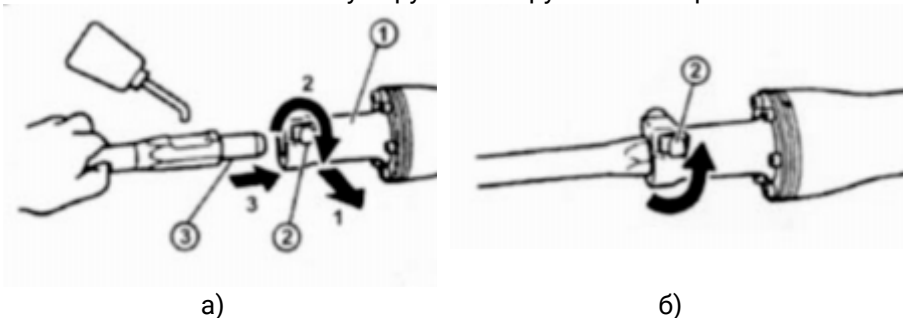

Рисунок 3. Схема встановлення змінного інструмента.
- почистити хвостовик зубила (3, рис. 3) та затискний патрон від пилу та забрудненого мастила;
- змастити тонким шаром консистентного мастила хвостовик зубила (3. рис. 3) та вхідний отвір затискного патрона;
- потягнути вгору до упору фіксатор робочого інструменту (2. рис. 3) і повернути його на 180° в напрямку стрілки (2) (рис. 3). Повертати фіксатор можна в обох напрямках;
- утримуючи фіксатор у відтиснутому стані вставити до упору зубило в отвір затискного патрона в напрямку стрілки (3) (рис. 3);
- повернути фіксатор на 180° в напрямку стрілки (рис. 3б). Повертати фіксатор можна в обох напрямках; відпустити фіксатор робочого інструмента, щоб зафіксувати зубило в затискному патроні;